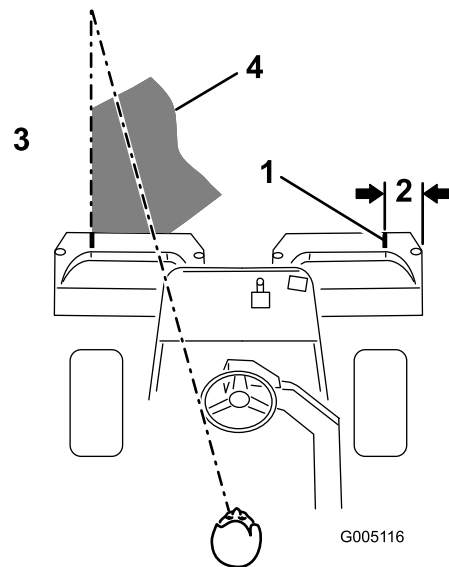

Figura 28
**Nota:** Para ayudar a mantener una línea recta a través del green y mantener la máquina a la misma distancia del borde de la pasada anterior, imagínese una línea que va desde un punto situado a 1.8 m – 3 m (6' a 10') aproximadamente por delante de la máquina, hasta el borde de la parte no segada del green (Figura 28). Incluya el borde exterior del volante como parte de la línea imaginaria, es decir, mantenga el borde del volante alineado con un punto que se mantiene siempre a la misma distancia de la parte delantera de la máquina.